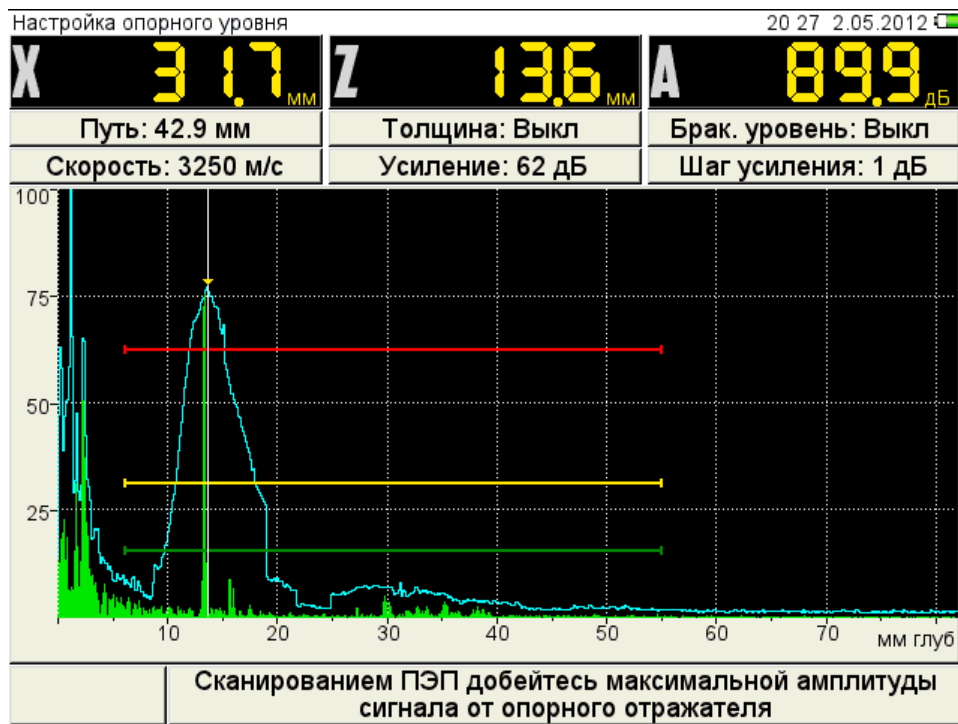

Рисунок 17
- перейти на параметр «Опорный уровень» и включить его нажатием клавиши **Enter**. Откроется окно настройки опорного уровня (рисунок 17);